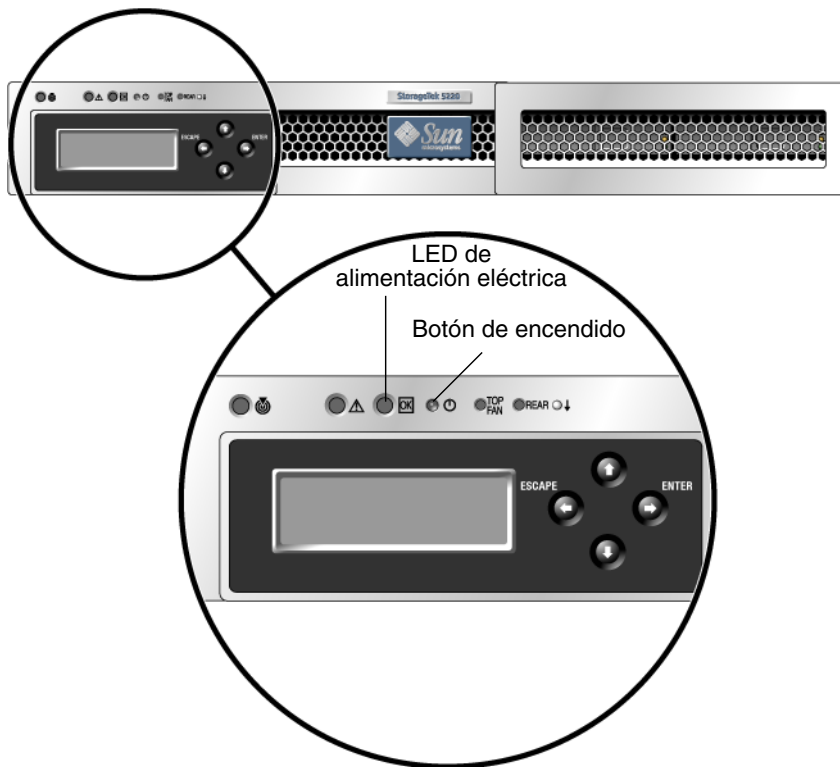

FIGURA 3-8 Detalles del botón de encendido y el panel delantero
5. Utilice un lápiz u otro objeto parecido para presionar el botón de encendido hundido que está en el panel delantero del dispositivo, mostrado en la FIGURA 3-8.
9. Encienda el dispositivo pulsando el botón de encendido situado en el panel delantero. Utilice un lápiz u otro objeto parecido para presionar el botón de encendido hundido que está en el panel delantero del dispositivo, mostrado en la FIGURA 3-8.
7. **Encienda el dispositivo pulsando el botón de encendido situado en el panel delantero. Utilice un lápiz u otro objeto parecido para presionar el botón de encendido hundido que está en el panel delantero del dispositivo, mostrado en la FIGURA 3-8.**